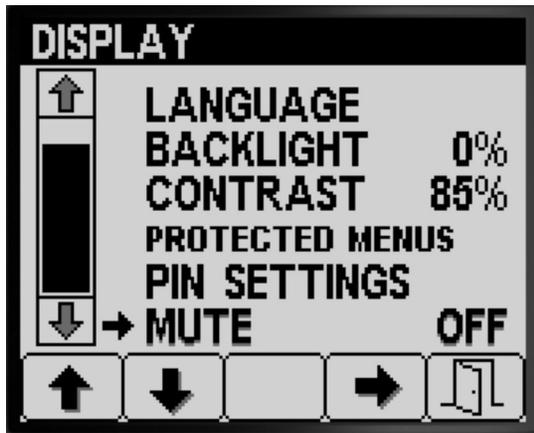

Figure 31
- Appuyez sur le bouton 4 pour ACTIVER ou DÉSACTIVER l'indicateur de sourdine (Figure 31).
- Appuyez sur le bouton 5 pour enregistrer le réglage, quitter l'écran SOURDINE et retourner à l'écran RÉGLAGES (Figure 31).